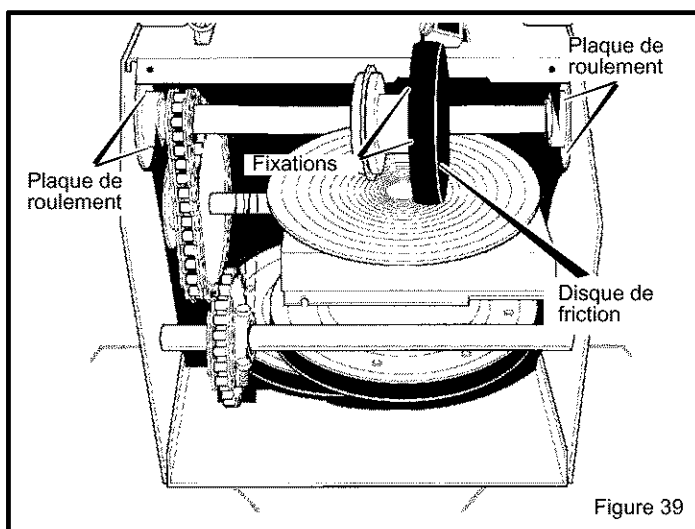

Figure 39
5. Déposer les fixations du disque de friction sur le moyeu et les mettre de côté (voir Figure 39).